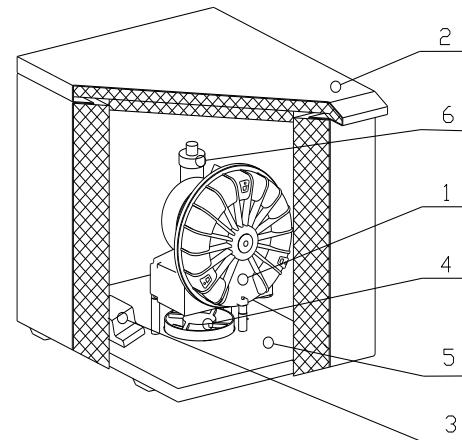

Bild.1
Das Aggregat der Absaugeinheit (1) (Bild 1) erzeugt im pneumatischen Verteilungsnetz einen Unterdruck, wodurch Fremdkörper aus dem Arbeitsfeld des Arztes absorbiert und in den Separator der Dentaleinheit abgeführt werden. Hinter dem Separator strömt reine Luft über das Absaugaggregat und den Schalldämpfer (6) in den Abluftschlauch, der die Luft in die Umgebung außerhalb des Behandlungsräums abgibt. Das Absaugaggregat wird über das Steuermodul (3) bei Anliegen des Signals von der Dentaleinheit (24V/0.1A DC/AC) oder durch das Einschalten des Schalters eingeschaltet. Das Aggregat ist auf der Basisplatte (5) über dem Kühlungsventilator (4) positioniert, welcher eine Zwangszirkulation der Luft im Gehäuse (2) erzeugt. Das Metallgehäuse ist mit einer schalldämpfenden Isolation ausgekleidet, die den Geräuschpegel wirksam reduziert. Weiterhin steht das Gehäuse auf kleinen Füßen, wodurch ein ausreichender Austausch von Kühlungsluft, die durch den Spalt zwischen dem Gehäuse und dem Boden zugeführt wird, gesichert ist. Die Kühlungsluft wird über die Öffnung in der Hinterwand des Gehäuses ausgeblasen.